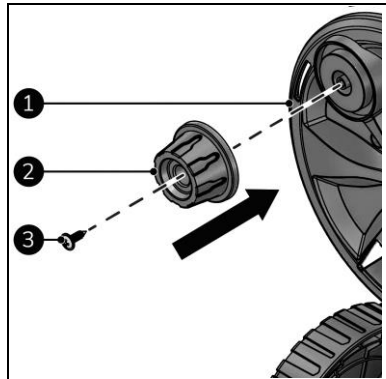

Figure 10
1. Fixez la poignée (figure 10, pos. 2) à l'enrouleur de tuyau haute pression (figure 10, pos. 1) à l'aide de la vis autotaraudeuse ST4,8x16 (figure 10, pos. 3).